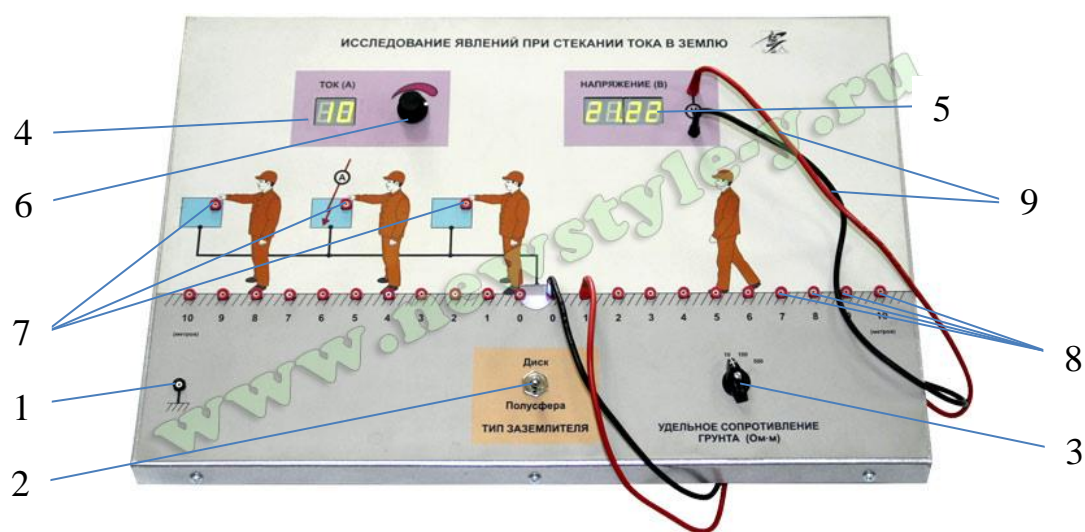

Рисунок 1 – Общий вид установки (стенда) по исследованию процессов растекания тока
Общее назначение и принцип работы стенда (рисунок 1)
2. Изучить расположение органов управления на стенде (рисунок 1).